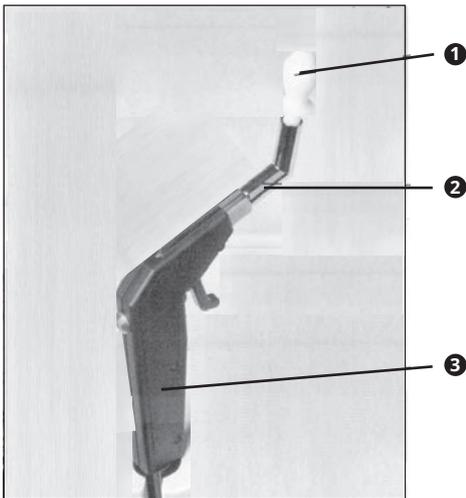

Fig. 18. Pistola de aire comprimido con adaptador Politzer
- ❶ Botón de desbloqueo
- ❷ Válvula de aire
- ❸ Palanca de ajuste
- El adaptador (❷, fig. 18) para este propósito está situado en el interior de la pistola.
- La oliva Politzer (❶, fig. 18) es insertada en el adaptador.